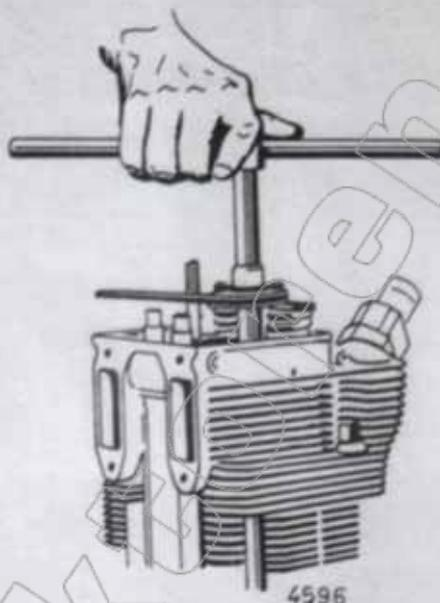

Bild 31 Vorspannen der Zylinderkopfschraube
- b) Schrauben mittels Steckschlüssel (Stecker eingeschoben) über Kreuz, in mehreren Stufen gut, jedoch nicht mit Gewalt vorspannen. Hand umfaßt den Knopf des Schlüssels (Bild 31).